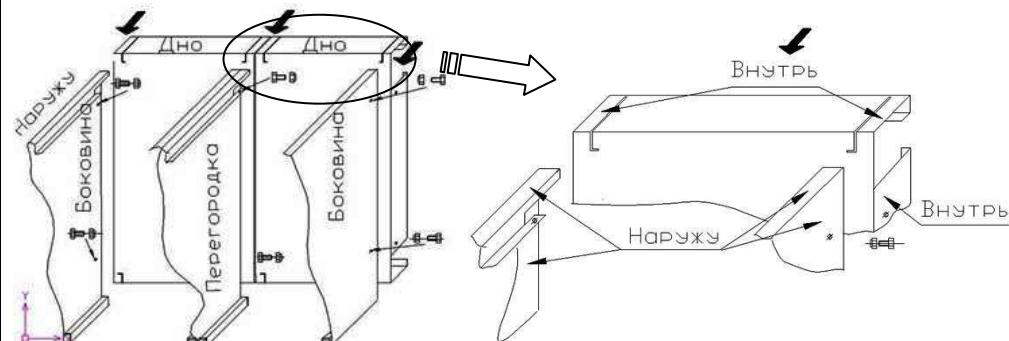

Рис.2
3.2. Разместить дно внизу будущего шкафа плоскостью внутрь шкафа так, чтобы в пазы на лицевой стороне и плоскости дна вошли отгибы боковых стенок(и перегородки-при сборке основного модуля с дополнительным)-Рис.2. Первым действием закрепить дно к левой боковой стенке на болтах(гайка внутри шкафа).При сборке ШРС22 или присоединении доп. секций к перегородке соединять одним болтом с гайкой сразу два дна.